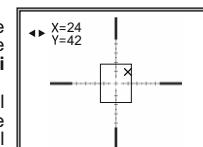

Fig.4
9) Sul display appariscono: croce ausiliaria X di colore rosso, le frecce orizzontali e le coordinate della croce ausiliaria $\Delta \rightarrow \leftarrow X=00 Y=00$ (**Fig.4**).